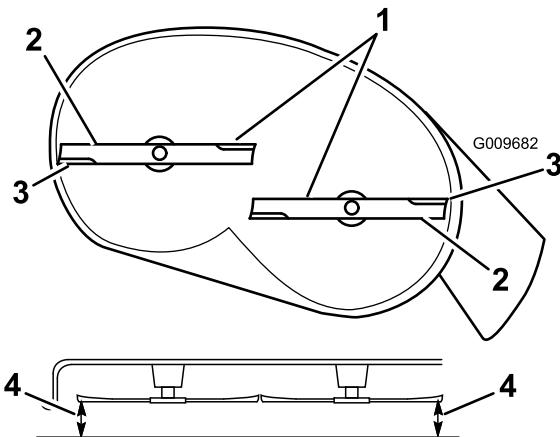

Figura 48
4. Gire cuidadosamente las cuchillas hasta que estén todas orientadas lateralmente (Figura 48).
5. Mida entre los bordes de corte exteriores y la superficie plana (Figura 48). Si hay una diferencia de más de 5 mm entre ambas dimensiones, se requiere un ajuste; siga con este procedimiento.